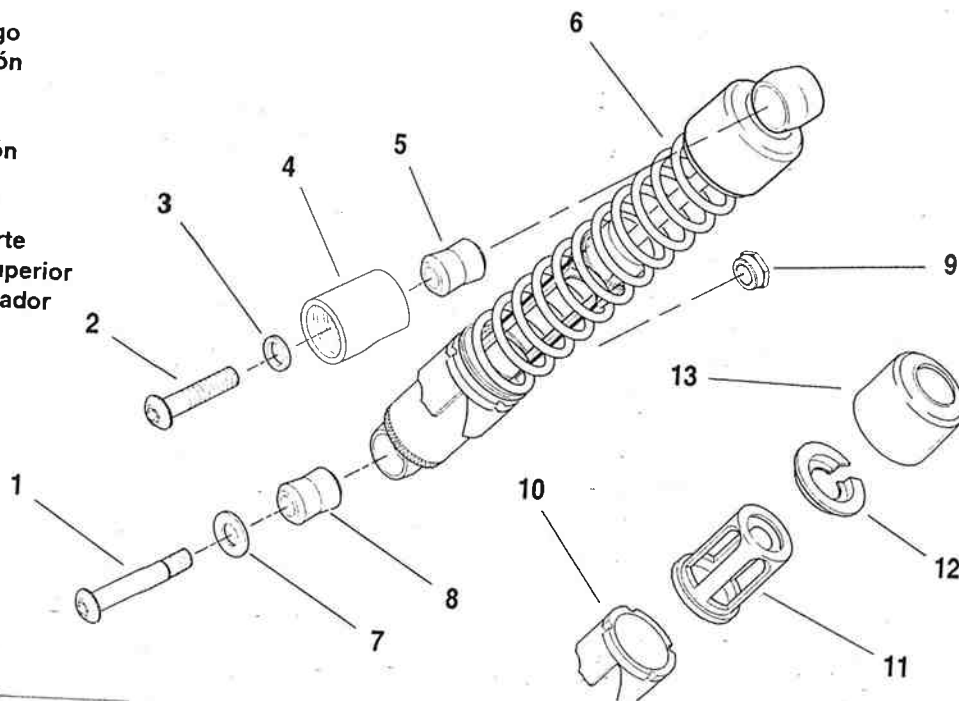

Figura 2-134. Amortiguador trasero: todos los modelos (se muestra el lado derecho)
2. Vea la Figura 2-134. Extraiga el perno (1), arandela (7) y tuerca de seguridad (9) del extremo inferior del amortiguador (6).
3. Extraiga el tornillo (2), arandela (3) y cubierta del espárrago (4) del extremo superior del amortiguador.
1. Vea la Figura 2-134. Instale el tornillo de montaje superior del amortiguador (2), arandela (3), cubierta de espárrago (4) y amortiguador (6).
2. Coloque el extremo inferior del amortiguador contra el lado interior de la montura de la horquilla trasera. Inserte el perno (1) y arandela (7) a través del buje amortiguador (8) y el reborde de la montura de la horquilla trasera. Instale la tuerca de seguridad (9) en el extremo del perno.
3. Retire el tornillo superior de montaje del asiento (2). Aplique 2 a 3 gotas de LOCTITE THREADLOCKER 243 (azul) a la rosca del tornillo superior de montaje.
4. Instale la arandela (3) sobre el tornillo de montaje superior. Inserte el tornillo a través de la cubierta de espárrago (4), buje amortiguador superior del amortiguador (5) y dentro del saliente de la estructura. Apriete a 61,1-67,9 N·m (45-50 lb-pie).